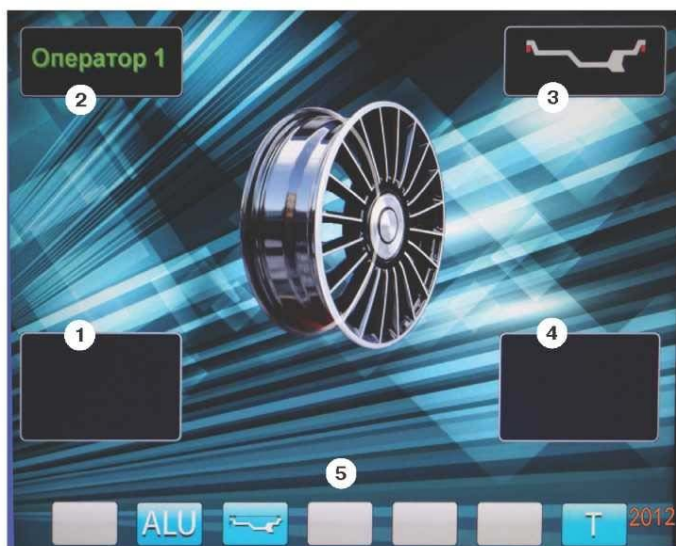
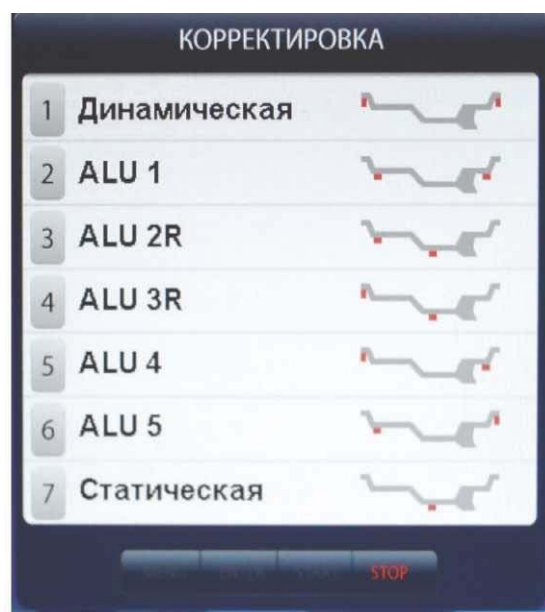

рис.8.2.
рис.11.3.
8.3. После включения питания СБ на экране монитора отображается фирменная заставка, которая через несколько секунд сменяется отображением экрана основного рабочего режима (рис. 8.2).
Для выбора схем расположения грузов в программах ALU1-ALU5 необходимо, находясь в режиме основного рабочего экрана, нажать кнопку «ALU», при этом открывается окно схем установки грузов, отмеченных номерами рис.11.3. Если после введения размеров колеса установился экран ввода геометрических параметров, необходимо перейти в экран основного рабочего режима нажатием кнопки «STOP». Для выбора нужной схемы нажмите кнопку верхнего ряда клавиатуры с соответствующим номером. Выбранная схема установки грузов отображается в окне 3 экрана основного рабочего режима (рис. 8.2).
12.2. При включении СБ программа измерения дисбаланса настраивается таким образом, что дисбаланс менее 8 г (заводская установка) на любой плоскости коррекции не показывается, в этом случае в окнах 1 и 4 (рис. 8.2) высвечиваются «ОК». Минимальный дисбаланс отображающийся в окнах 1 и 4 равен 8 г. Дисбаланс, превышающий 8г, округляется до величины кратной 5, т. е. дисбаланс 9, 10, 11 и 12 г отображается цифрой 10, дисбаланс 13, 14, 15, 16 и 17 г - цифрой 15 и т. д. Для просмотра неокругленного значения дисбаланса или дисбаланса менее 8г. необходимо нажать кнопку «<», при этом в